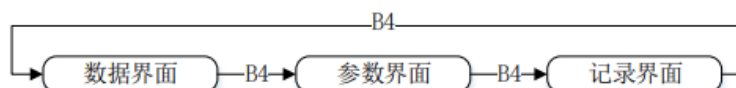

图 8 LCD 界面切换模式
③ 在记录界面下, 长按 B3 按键超过 1 秒后松开按键, 清零该界面下的所有记录值, 短按无效。
- 4) B4: 定义为“界面”按键, 按下 B4 按键可以往复切换数据、参数和记录三个界面, 切换模式如图 8 所示。